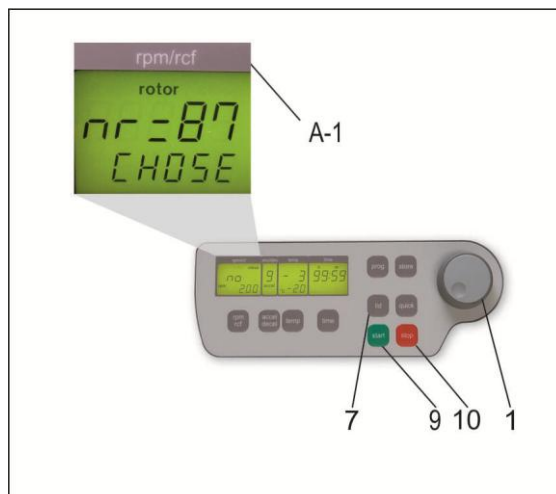

Abbildung 2
Mit dem Einstellregler (1) kann nun der verwendete Rotor eingestellt werden. (siehe Abbildung 2)